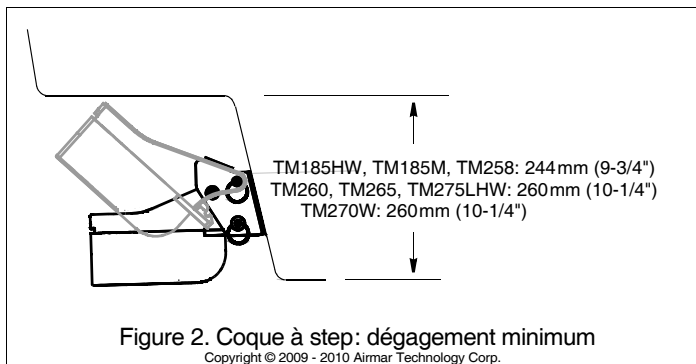

Figure 2. Coque à step: dégagement minimum
- **Tableau arrière à step** — Installez la sonde sur le step le plus bas en veillant à respecter un dégagement en hauteur pour permettre le déverrouillage de l'étrier (Figure 2).